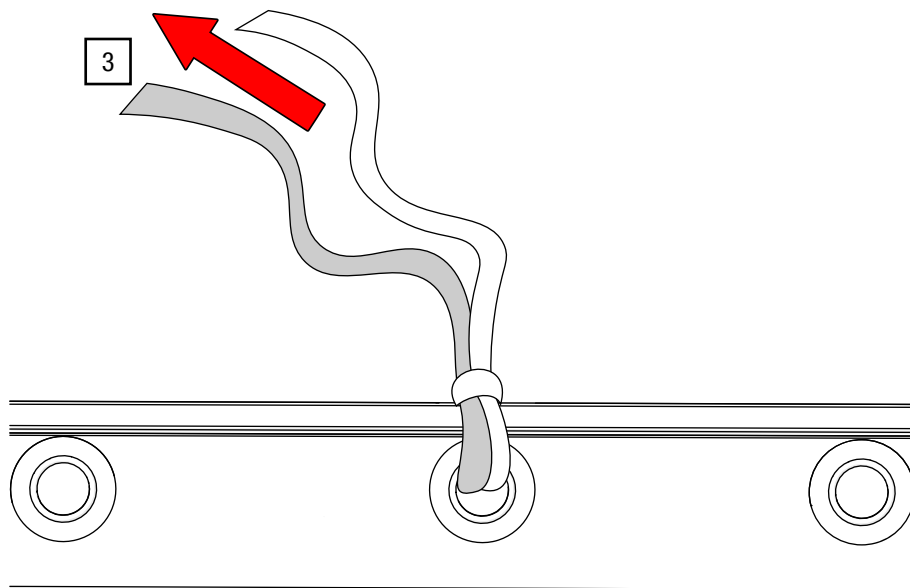

Abb. 91: Bindeband – Festziehen
3. Ziehen Sie das Band fest und wiederholen Sie die Schritte für alle Ösen des Vorhangs (siehe Abb. 91).